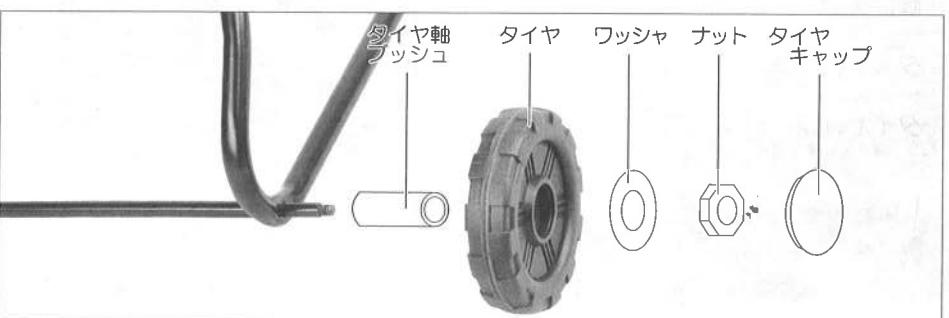

図5
- ・タイヤをセットする前にタイヤ軸ブッシュを差し込んでください。(図5参照)
- ・次にタイヤを差し込み、タイヤ固定用ワッシャを入れて、六角ナットで確実に締め付けてください。(図5参照)